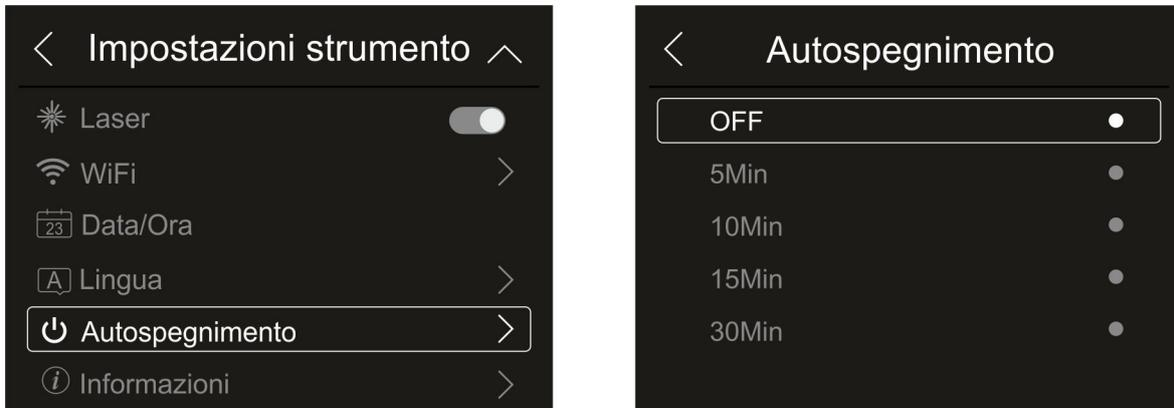

Fig. 21: Impostazione autospegnimento
1. Toccare la voce “Autospegnimento” per eseguire l’impostazione del tempo di autospegnimento dello strumento. La videata di Fig. 21– parte destra è mostrata: